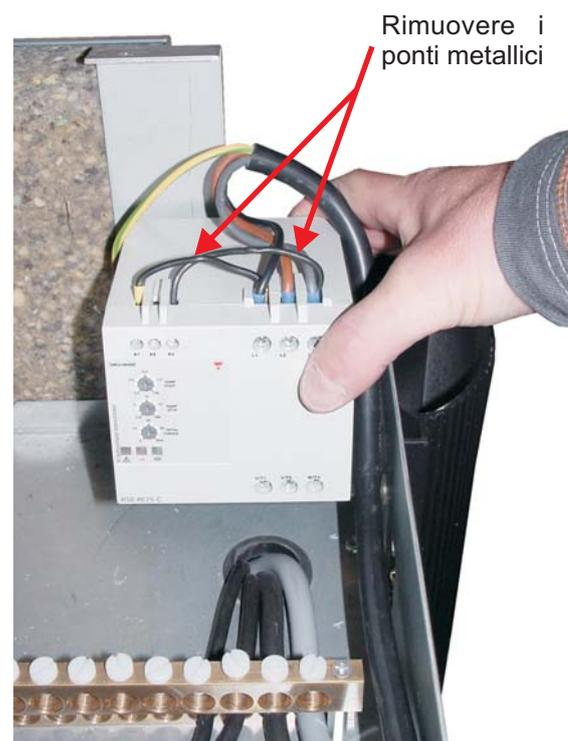

Figura 4: rimuovere il vecchio modello del limitatore di corrente, e posizionare quello nuovo
**2)** Rimuovere i ponti metallici presenti nel circuito corrente principale (figura 4) e applicare sull'estremità del cavo una semplice capicorda.